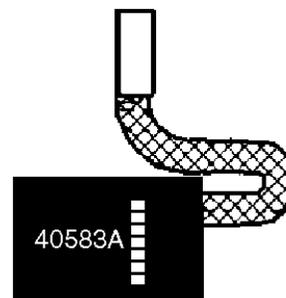

Figure 12
- 2 Inspectez les balais en carbone. Remplacez les deux brosses si l'une d'entre elles est usée jusqu'à 3/8" de longueur, ou si elle est usée jusqu'à la limite de l'indicateur d'usure. Voir la Figure 12.